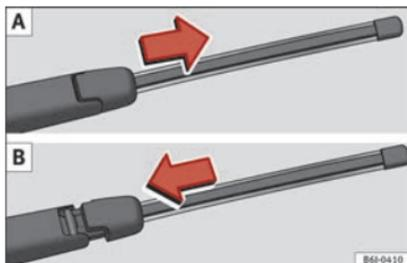

Abb. 74 Heckwischerblatt abnehmen und einsetzen.
- »» **Abb. 74 A** ab.
- »» **Abb. 74 B** gezeigt und schieben Sie den Adapter, bis er einrastet.